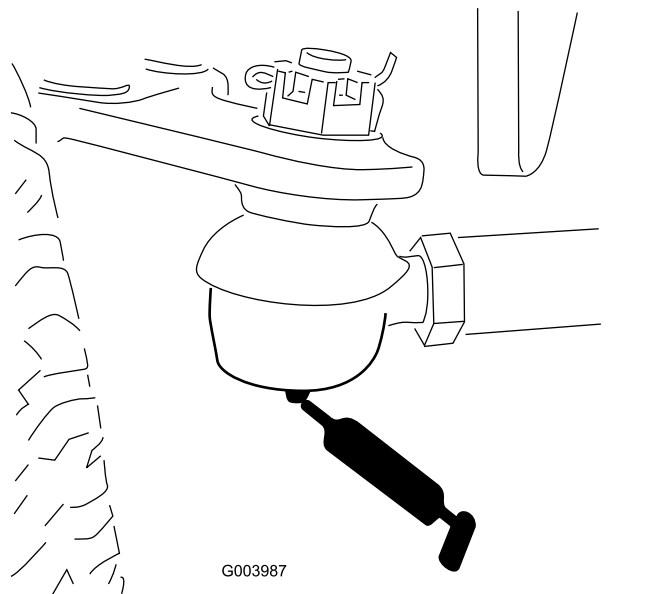

Figura 79
- Tirante del ponte posteriore (2) (Figura 79)